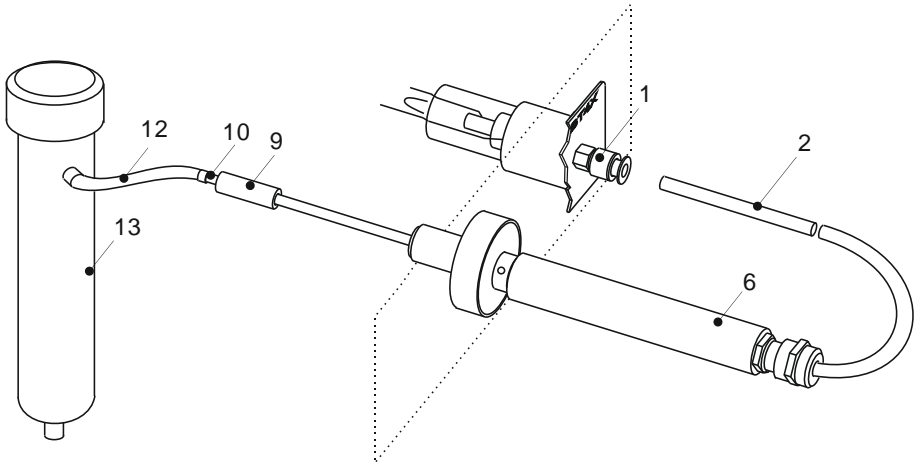

Рис. 5
4.5.1. Включите газоанализатор, используя заглушку, установленную в трубку (рис. 5), подсоедините ротаметр ко входу газоанализатора измерьте расход. Если значение расхода меньше 200 мл/мин, обратитесь к разделу 4. Для проверки расхода на выходе газоанализатора установите штуцер СБРОС (см. рис. 2б).
Для проверки нулевого сигнала соедините фильтр-поглотитель с входом пробоотборника, для чего отсоедините трубку 12 (рис. 5) от штуцера фильтра-поглотителя 13 и наденьте ее на заглушку 10, трубку 9 соедините с пробоотборником, через 10 минут зафиксируйте показания индикатора, показания не должны превышать 5 мг/м^3 . После окончания проверки отсоедините фильтр-поглотитель.